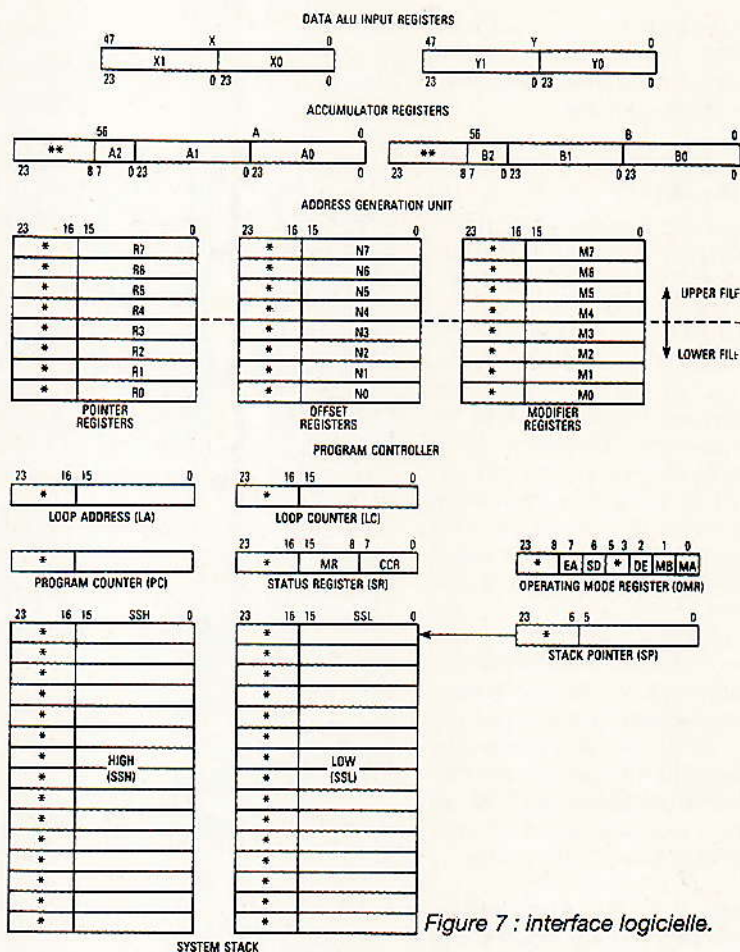

Figure 7 : interface logicielle.
La figure 7 décrit l'interface logiciel du DSP 56001 que nous détaillons dans les paragraphes suivants.
Ce registre 16 bits se décompose en deux registres 8 bits : le registre de mode (MR), et le registre code condition (CCR). Le SR est empilé lorsqu'une boucle programme est initialisée, ou lorsqu'un saut à un sous-programme est réalisé. La figure 7 représente le détail des bits contenus dans le SR. Le registre MR définit l'état courant du système du processeur. Les bits de ce registre sont